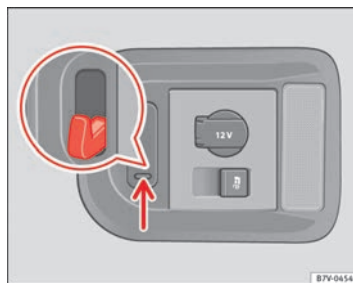

Fig. 99 En el maletero: ganchos para bolsas. ►
⇒ fig. 99 de los que se pueden colgar bolsas de compra ligeras.
- Presione hacia abajo en los ganchos para bolsas ⇒ fig. 99 (flecha) y abátalos.